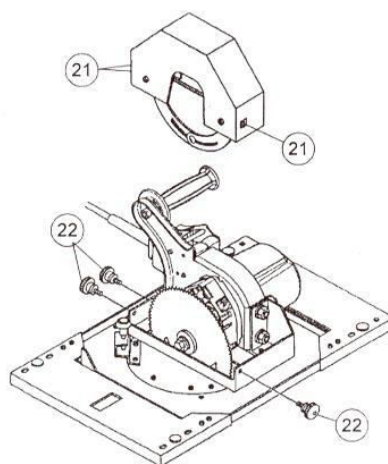
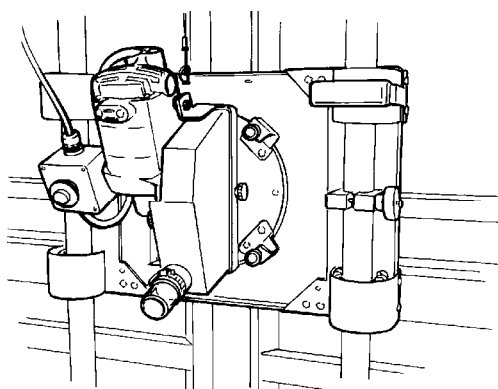

РИС. 18. Установка защитного кожуха пильного диска (модели станков: C4, C5, H4, H5, H6, H7)
РИС. 19. Установка защитного кожуха пильного диска (модели станков: 6400, 6800)
Прикрепите защитный кожух к пильному узлу, как показано (21) на РИС. 18 и РИС. 19.